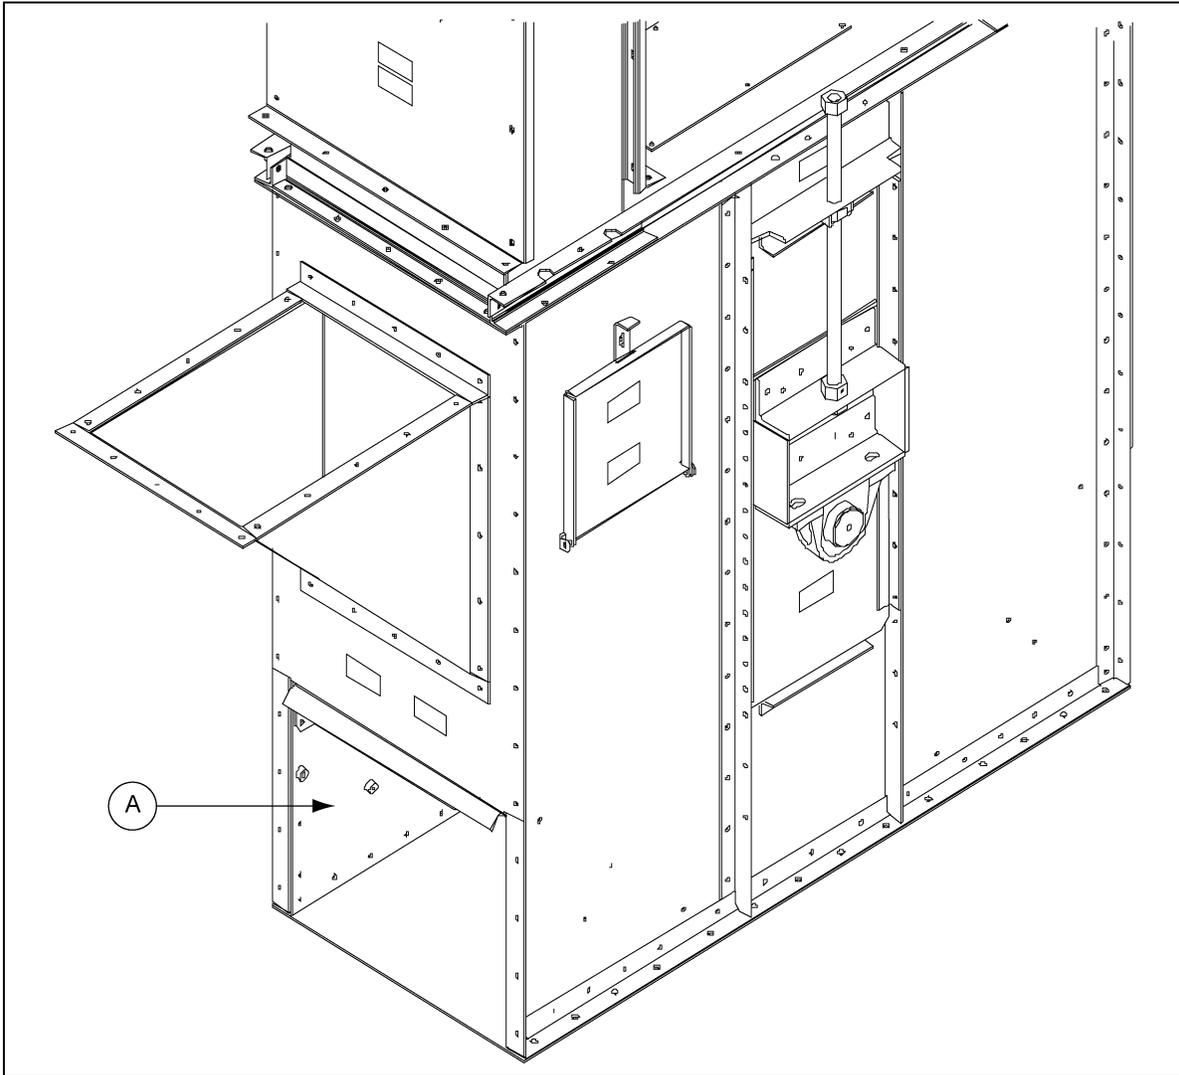

Рисунок 12С
5. На воронке элеватора отверните болты и откройте дверцы для очистки. (см. рисунок 12С.)